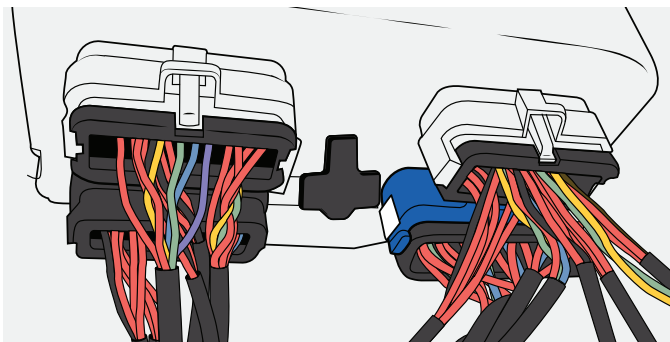

Figure 27
9. Débranchez tous les connecteurs (quatre maximum) du boîtier du panneau principal. Utilisez un petit tournevis plat pour faciliter le retrait. Voir Figure 27.